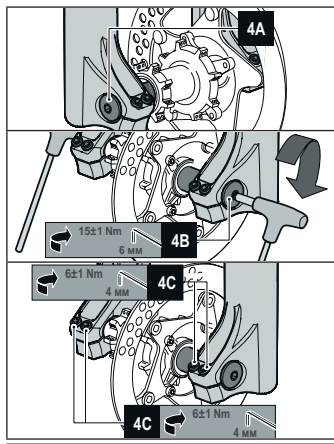

Рис. 4
- Установите колесо таким образом, чтобы ось совпадала с крепежами вилки (См. 4А Рисунок 4).
- Вставьте ось с правой стороны сквозь крепеж вилки, втулки колеса и закрепите специальным болтом слева. (См. 4А Рисунок 4).
- Затяните болты оси усилием 15 ± 1 Nm, используя шестигранник 6 мм. (См. 4В Рисунок 4).
- Затяните болты, фиксирующие ось на «штанах» вилки, используя шестигранник 4 мм с усилием 6 ± 1 Nm, соблюдая последовательность "1-2-1" (См.4С Рисунок 4).